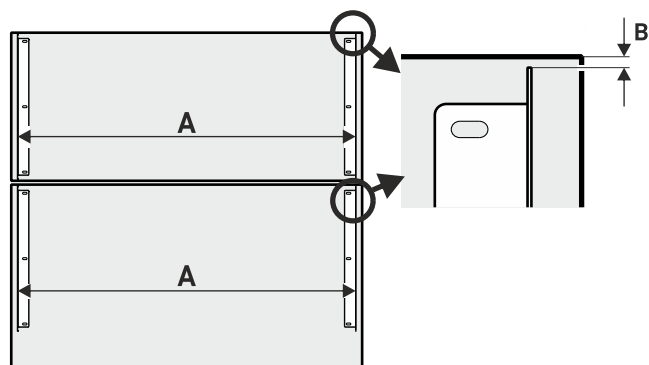

Fig. 42
- Montare la staffa di fissaggio tenendo conto della distanza Fig. 42 (A) e della distanza Fig. 42 (B).